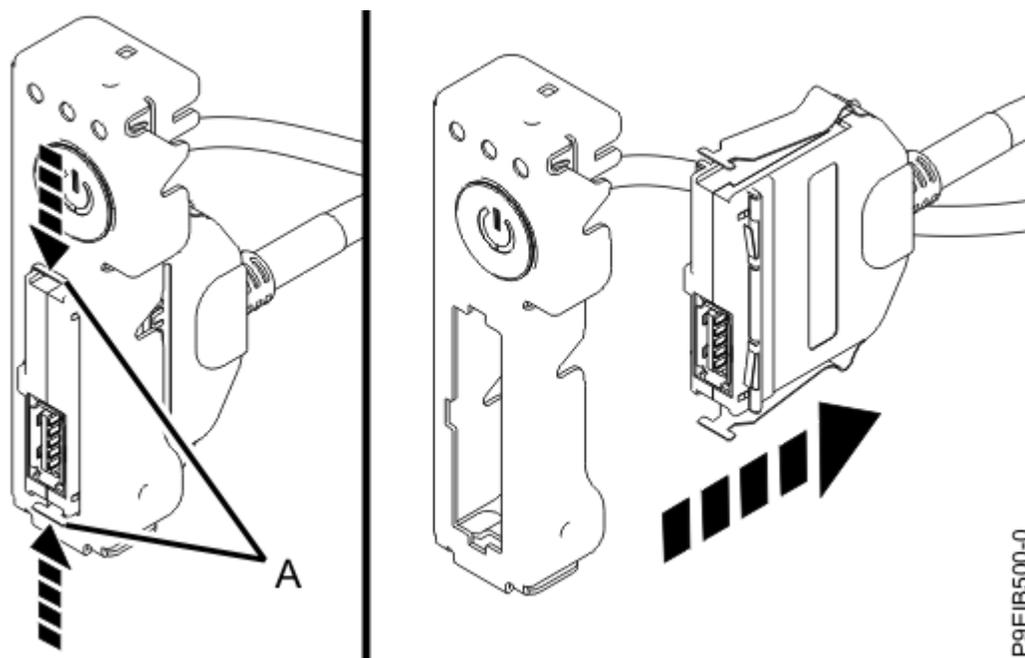

Figure 104. Retrait de l'ensemble câble et connecteur USB du système interrupteur d'alimentation
10. En appuyant sur les languettes **(A)** du connecteur, désolidarisez l'ensemble câble et connecteur USB de l'interrupteur d'alimentation comme illustré dans la Figure 104, à la page 129.